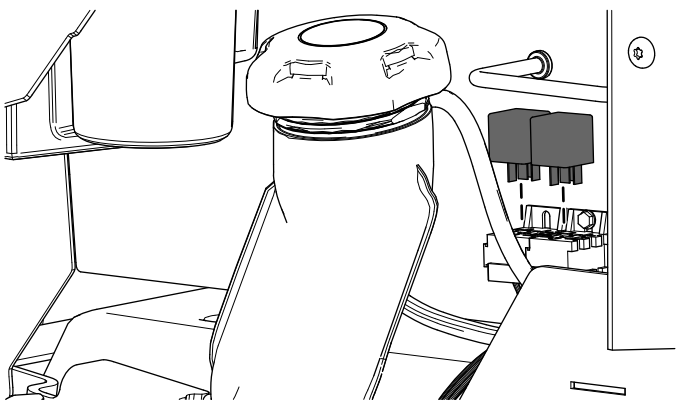

Figure 15
5. Installez les 2 relais (Figure 15).